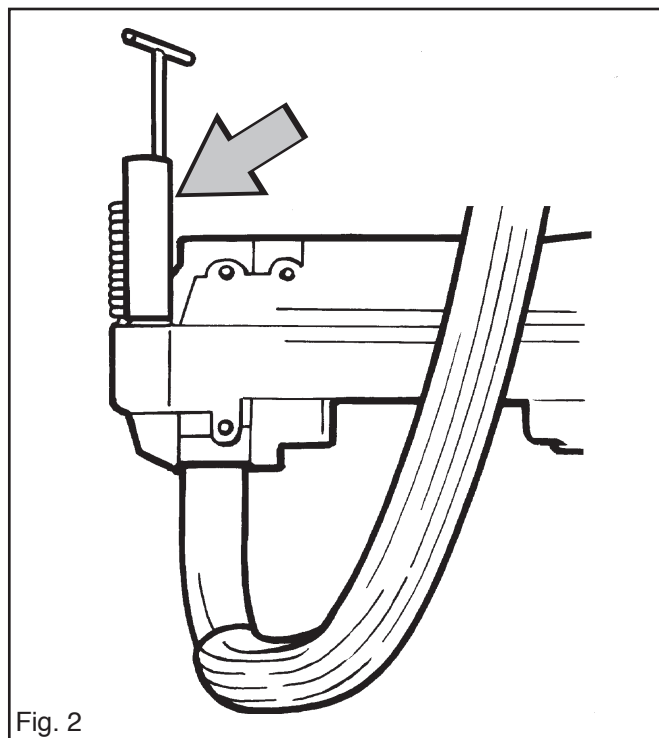

Fig. 2
3. Dévissez les ressorts sur le réservoir avec l'outil de service 502 52 18-01 ou 502 52 18-02. Voir fig. 2.